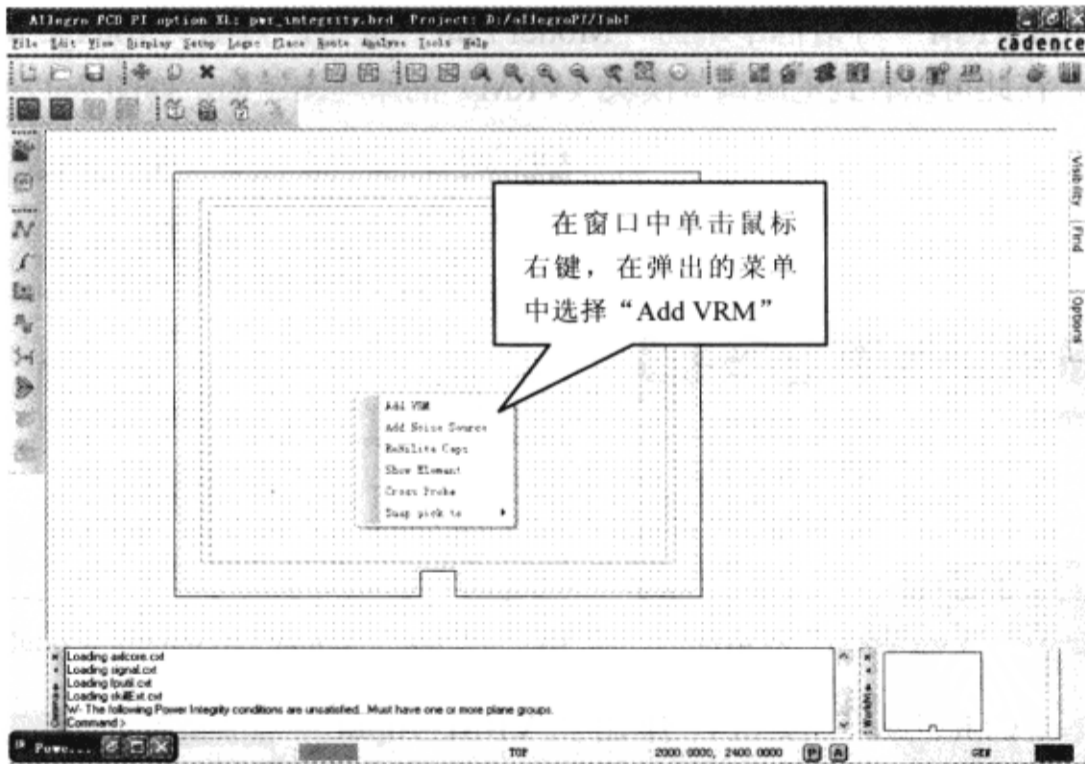

图 7-12-57 添加电压调节模块
(1) 在 Allegro PCB PI option XL 的工作区域单击鼠标右键，从弹出的菜单中选择“Add VRM”，一个代表电压调节模块的图标就会随着光标移动，如图 7-12-57 所示。